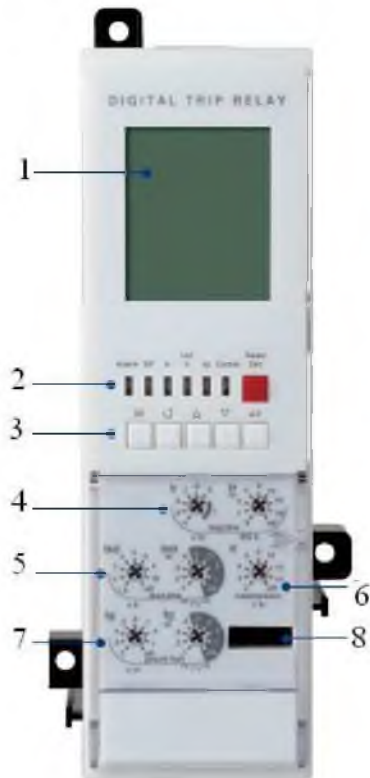

Рисунок 22 - Микропроцессорный расцепитель типа Р: с измерением мощности
2.1.3 Микропроцессорный расцепитель типа Р: с измерением мощности (рисунок 22).